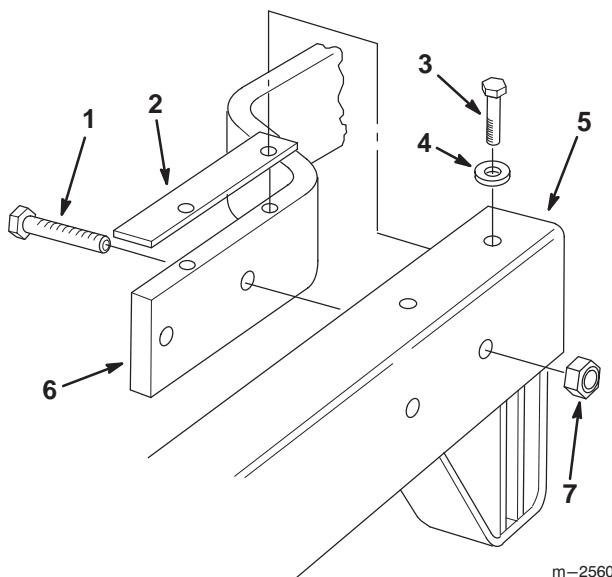

Figure 3
1. Montez le bâti porteur sur le groupe de déplacement à l'aide 4 des vis d'assemblage (3/8 pouce x 1-3/4 pouce (44 mm)) et des contre-écrous. Notez que les contre-écrous doivent être placés à l'extérieur du bâti porteur. Ne serrez pas trop les contre-écrous pour conserver un certain jeu entre le bâti et le châssis du groupe de déplacement (Fig. 3).
2. Posez des cales entre le bâti porteur et le châssis du groupe de déplacement. Les trous des cales doivent être en face des trous supérieurs du châssis du groupe de déplacement et du bâti (Fig. 3).
3. Insérez les 4 boulons à bride (3/8 pouce x 7/8 pouce (22 mm)) et les rondelles plates dans le bâti porteur et les cales, et dans les trous filetés en haut du châssis du groupe de déplacement. Serrez les boulons à 37–45 Nm (Fig. 3).
4. Serrez les 4 vis d'assemblage (3/8 pouce x 1-3/4 pouce (44 mm)) et contre-écrous à 37–45 Nm (Fig. 3).